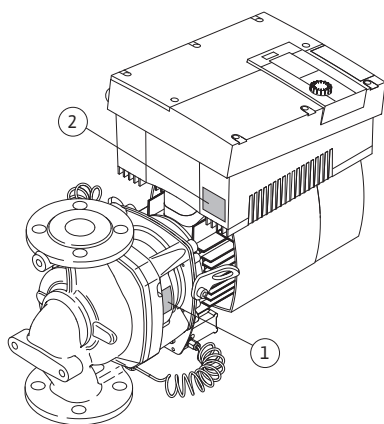

Fig. 11: Разположение на фирмените табелки:
- Фирмената табелка на помпата (Fig. 11, поз. 1) съдържа серийния номер (Ser.-No.../...), който е необходим например за поръчка на резервни части.
- Фирмената табелка на електронния модул (електронен модул = инвертор, респ. честотен преобразувател) (Fig. 11, поз. 2) съдържа описание на използвания електронен модул.